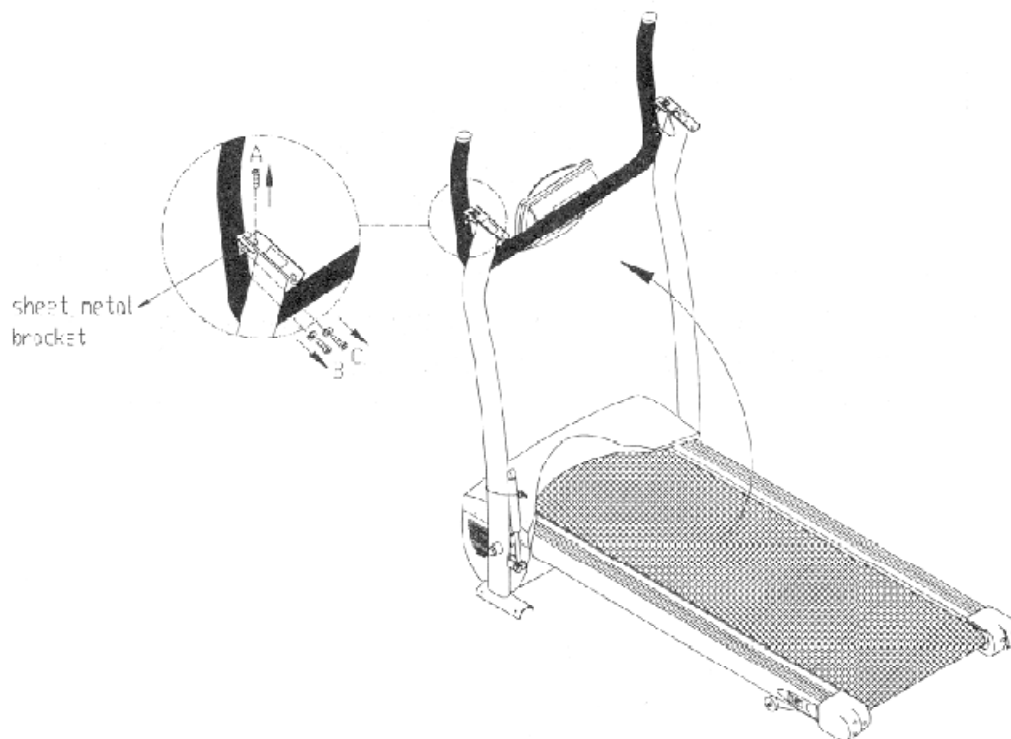

Fig. 1
3. Breng de zijhendels in een rechte positie. Schroef de metalen plaatjes los en draai schroef A, aan elke kant van de handrails. (zie fig.1) vast. Bewaar de schroeven en pakkingen (B&C) voor later gebruik.